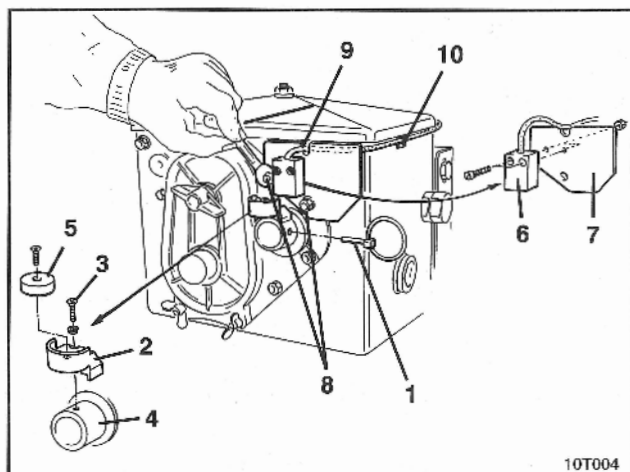

Fig. 9.1
☐ Ringsplitten (fig. 9.1/1, der forbinder røreakslen med gearkassen) skal fjernes.
☐ Magnetholderen (fig. 9.1/2) med den selvskærende skrue M4 x 10 (fig. 9.1/3) og fjederskiven skrues på hulakslen (Fig. 9.1/4) på gearkassen.
☐ Magneten (fig. 9.1/5) skrues på magnetholderen med en selvskærende skrue M4 x 10.
☐ Føleren (fig. 9.1/6) skrues på følerholderen (fig. 9.1/7).
☐ Følerholderen (fig. 9.1/7) skrues på gearkassen med to møtrikker fra gearhuset (Fig. 9.1/8).
☐ Følerkablet (fig. 9.1/9) føres op til førerkabinen.
Kablet monteres på såmaskinen med klæbepladet (fig. 9.1/10) og kabelbånd.
- Ringsplitten (fig. 9.1/1) monteres i hulakslen til gearkassen.